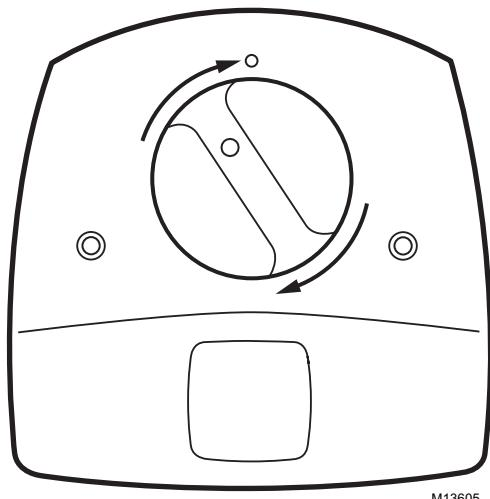

Fig. 17. Faire tourner la poignée jusqu'à ce que l'ampoule soit bien insérée en place.
8. Faire tourner la poignée de la lampe dans le sens horaire jusqu'à ce qu'elle soit en prise et que le voyant soit vis-à-vis le bouton en relief situé sur le couvercle. Voir la Fig. 17.
- 9.** Faire tourner la poignée de la lampe dans le sens horaire jusqu'à ce qu'elle soit en prise et que le voyant soit vis-à-vis le bouton en relief situé sur le couvercle. Voir la Fig. 17.